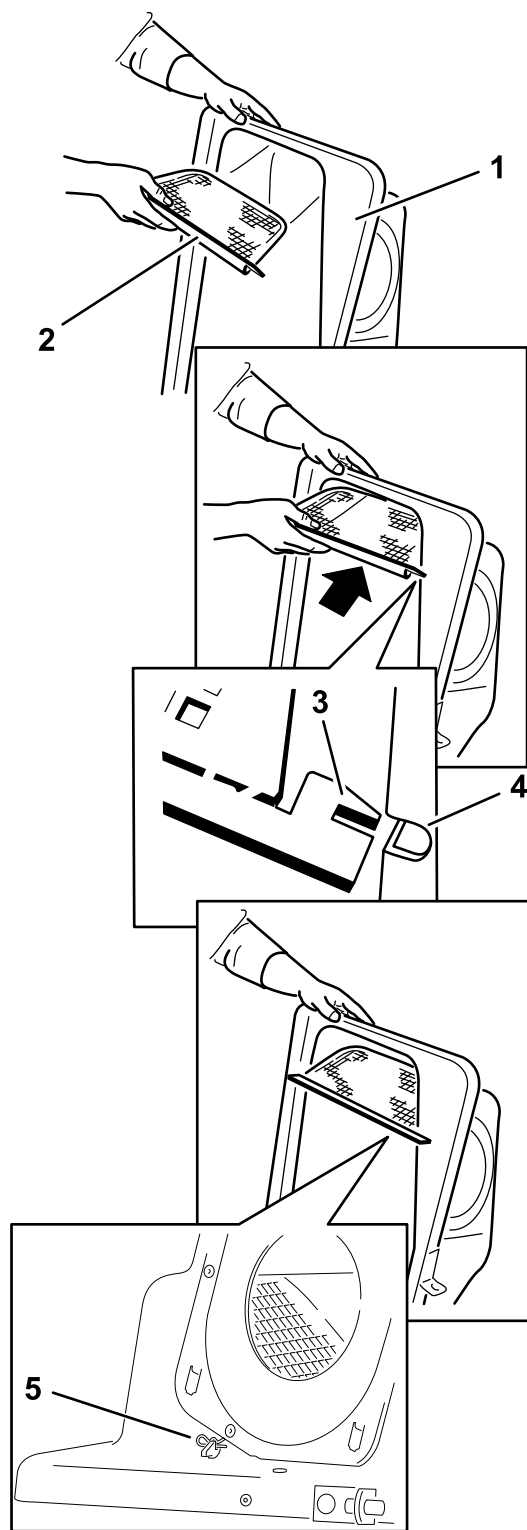

Figura 19
2. Instalați ecranul aa cum se arată în Figura 19 și asigurați-vă că este înclinat în jos, spre sacii pentru colectare.